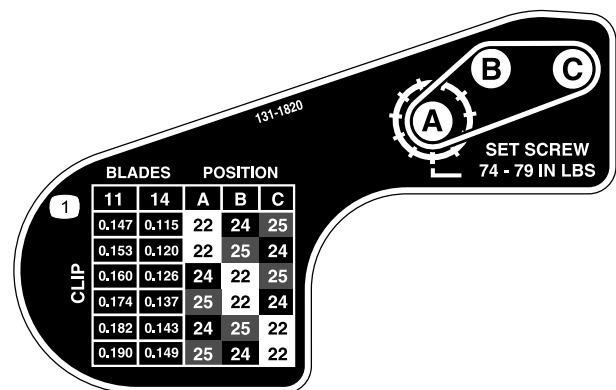

Рисунок 22
6. Используя таблицу, приведенную на наклейке в Рисунок 22, определите нужную настройку срезания и какие шкивы необходимо переместить.
9. Установите каждый шкив в новой конфигурации, как показано на наклейке (Рисунок 22).